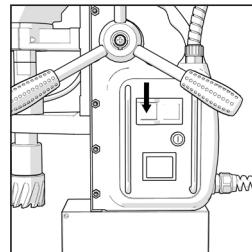

FIG. 4b
- Actionnez l'interrupteur à bouton-poussoir Vert (**Fig. 4b**) sur le tableau de commutation de la machine pour mettre le moteur en marche et l'interrupteur à bouton-poussoir Rouge pour éteindre le moteur. (**Fig. 4c**)